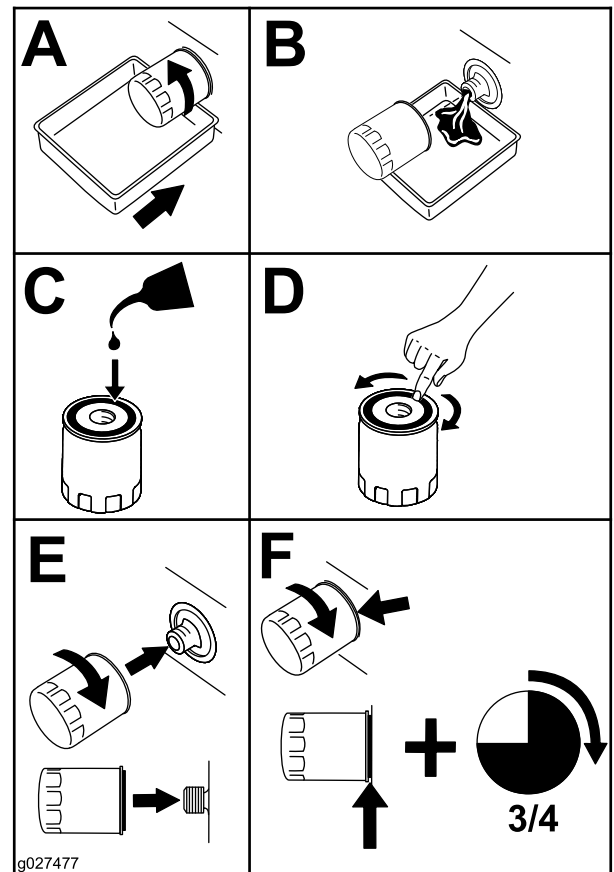

Figura 52
- Mude o filtro do óleo do motor, conforme se mostra na Figura 52.